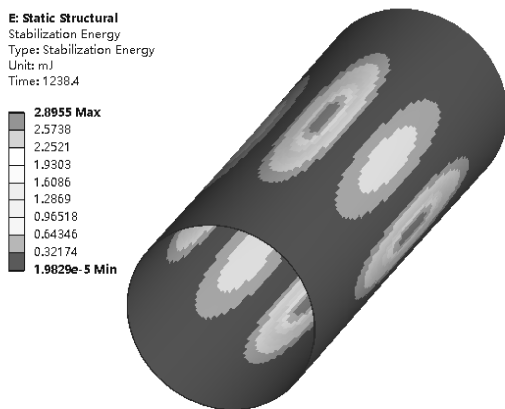
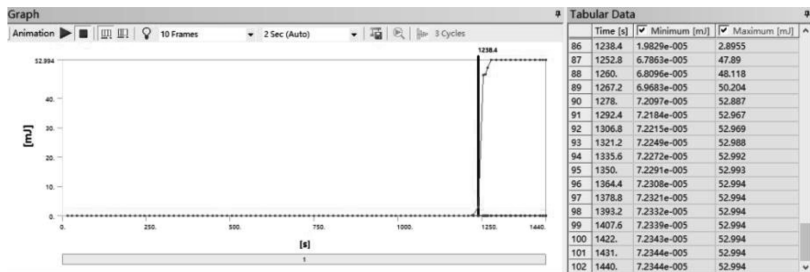

图 4-82 非线性屈曲分析稳定能
图 4-83 非线性屈曲分析稳定能变化曲线及数据
(3) 插入稳定能：单击【Solution (E5)】→【Stabilization】→【Stabilization Energy】，查看稳定能变化结果，如图 4-82、图 4-83 所示。载荷超过 1.2384MPa 时，稳定能骤然上升，到结构失效前达到峰值 52.994mJ。